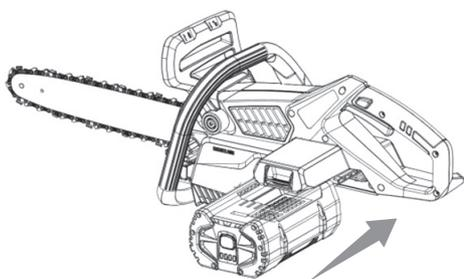

Рис. 3
3. Выровняйте ребра аккумуляторной батареи с пазами крепления в разьеме для аккумулятора бензопилы. Вставьте аккумуляторную батарею в держатель аккумулятора (Рис. 3).